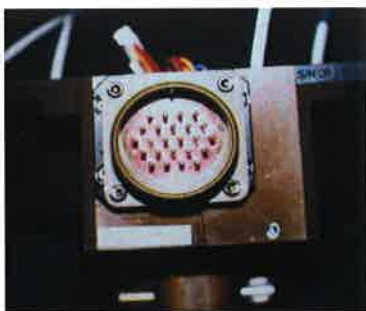

Fig. 1
- 1) 拆下固定接头ASSY的螺栓。(请参阅Fig. 1)